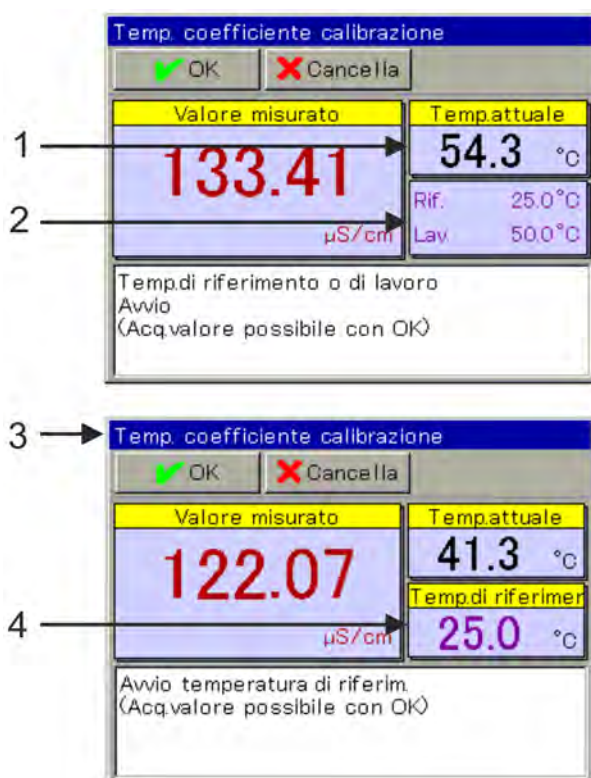

Fig. 69: Calibrazione del coefficiente di temperatura
È necessario specificare una compensazione della temperatura nelle impostazioni predefinite di calibrazione. Portare la temperatura della soluzione di misurazione in successione ai valori richiesti della temperatura di riferimento e di lavoro. L'ordine non ha importanza. La rispettiva acquisizione del valore avviene automaticamente. (Vedi Fig. 69 .)
3. ▶ Con il rilevamento della temperatura, è necessario specificare una compensazione della temperatura nelle impostazioni predefinite di calibrazione. Portare la temperatura della soluzione di misurazione successivamente ai valori richiesti della temperatura di riferimento e di lavoro. L'ordine non ha importanza. La rispettiva acquisizione del valore avviene automaticamente. (Vedi Fig. 69 .)